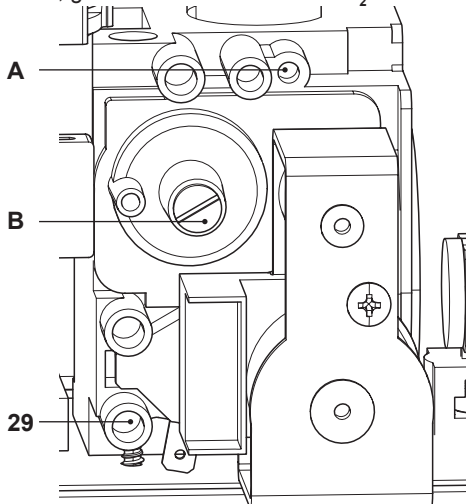

Figura 7.6
- A caldaia spenta (fuori servizio), controllare la pressione di alimentazione utilizzando la presa 29 in Figura 7.6 e confrontare il valore letto con quelli riportati nella tabella Pressioni di alimentazione gas nella sezione "Dati tecnici" pag. 24.
- Richiudere bene la presa di pressione 29 in Figura 7.6.
- Per tarare il CO_2 della caldaia (pressione del gas al bruciatore) svitare completamente il tappo in ottone di protezione **B** e agire sulla vite a brugola \varnothing 4 mm sottostante Figura 7.6, girando in senso orario il CO_2 aumenta.
• Se i due dati non coincidono agire sulla vite regolazione massimo RQ (**A** in Figura 7.6) della valvola gas e tarare il CO_2 allo stesso valore riportato nella sezione "Dati tecnici" in tabella "Dati in sanitario" pag. 24 (modello **M261V.2025 SM/..**) e pag. 28 (modello **M261V.3035 SM/..**). Girando in senso orario il CO_2 diminuisce.